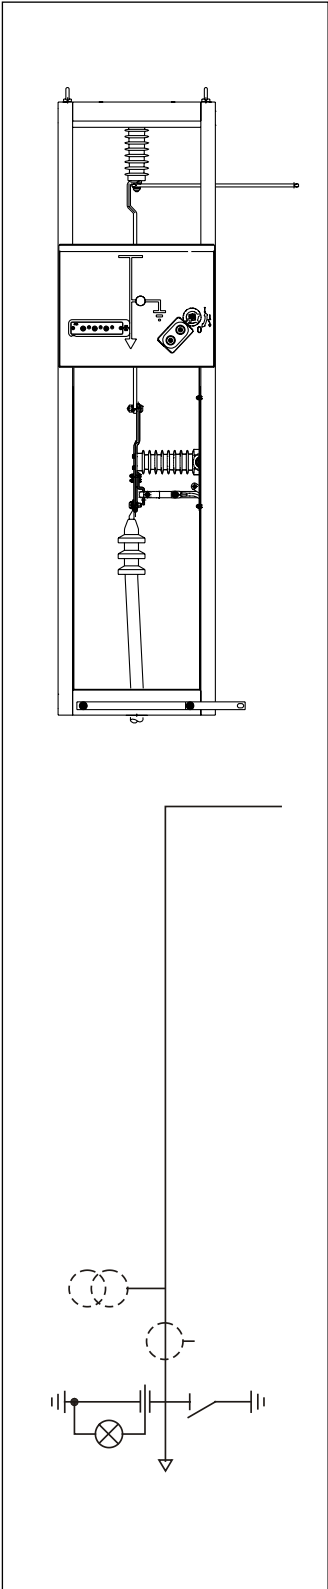

Fig. 7 - UniMix A
- **SHS2/ES:** sectionneur de terre avec commande manuelle à manœuvre dépendante. Normalement utilisé pour réaliser des compartiments arrivée/départ (Fig. 7). Il a un pouvoir de fermeture jusqu'à 62,5 kAp.